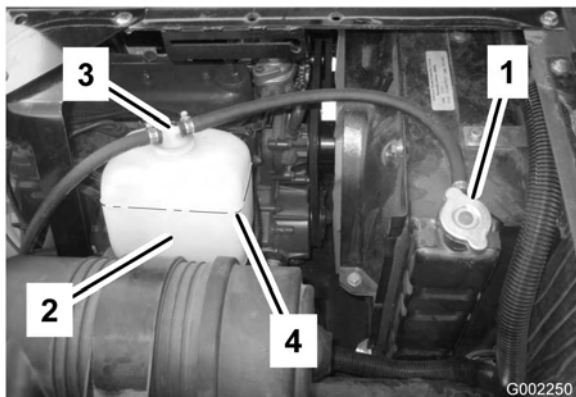

Figura 52
3. Togliete con cautela il tappo del radiatore e il tappo del serbatoio di espansione (Figura 52).